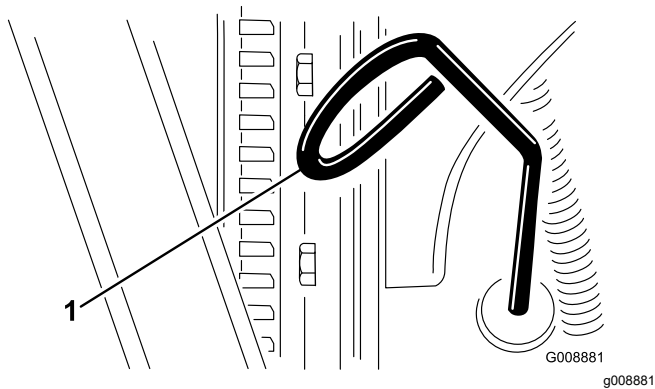

Рисунок 27
2. Выньте масломерный щуп (Рисунок 27) и протрите его чистой ветошью.